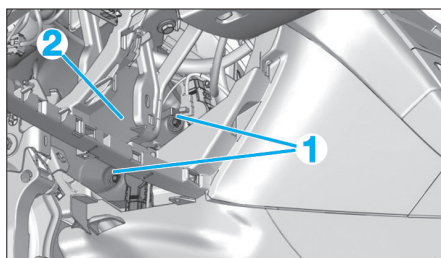

Fig. 27
- les pions plastiques (1) (Fig.27).